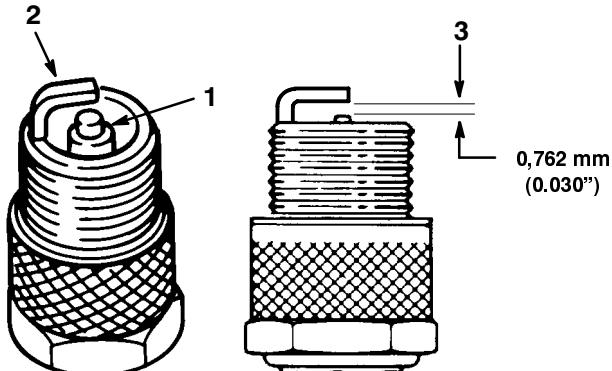

Abbildung 14
1. Auf die Mitte der Zündkerze sehen (Abb. 14). Wenn der Kerzenstein hellbraun oder grau ist, ist der Motor richtig eingestellt. Eine schwarze Schicht am Kerzenstein weist gewöhnlich auf einen schmutzigen Luftfilter hin.
2. Den Abstand zwischen der mittleren und der seitlichen Elektrode kontrollieren (Abb. 14). Wenn der Abstand nicht korrekt ist, die seitliche Elektrode verbiegen (Abb. 14).